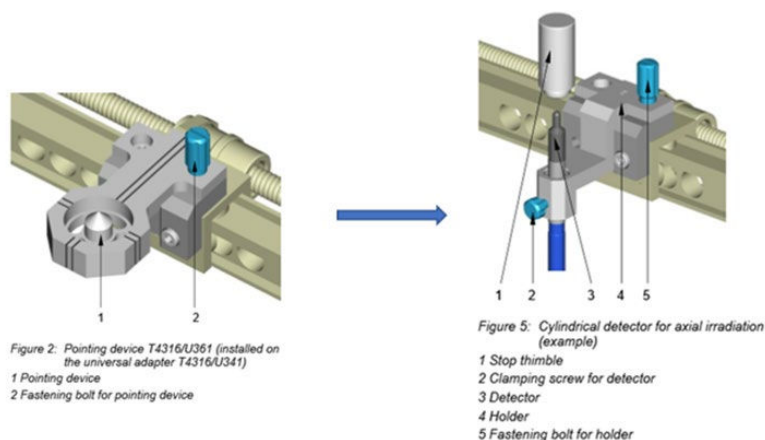

図 1-12. PTW 社製 60018 半導体ダイオード検出器
19. PTW 社製水ファントムをビームデータの取得に使用する準備ができました。ポインティングデバイスを、PDD および OCR 測定用の PTW 社製 60018 半導体ダイオード検出器と交換します（図 1-12 を参照）。手順 13 で記録した治療台の位置と一致するように、水ファントムを治療装置（チャンバー）内に移動します。